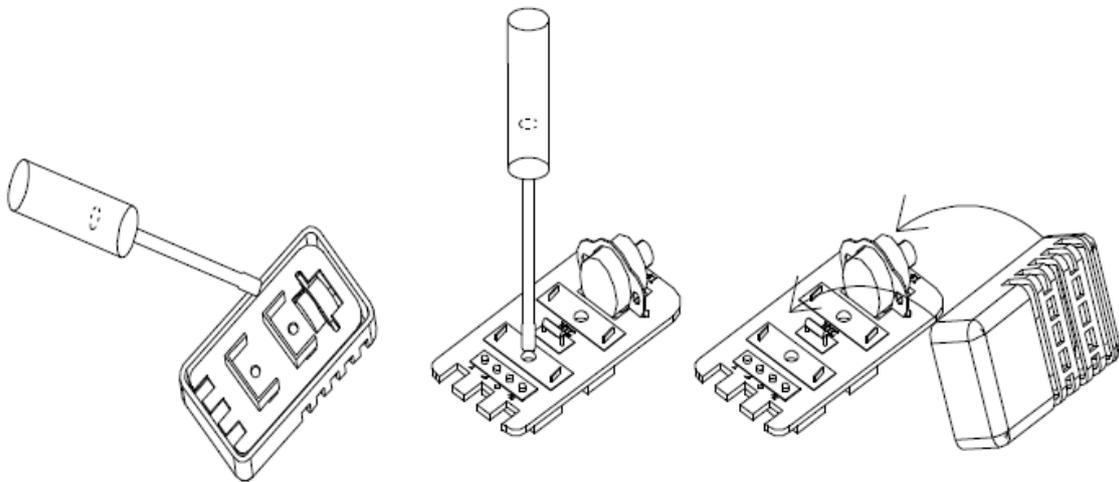

Abbildung 7. Befestigung des Temperaturfühlers
Die Edelstahloberfläche des Saunaofens wird während des Betriebs sehr heiß und muss daher vor Berührung geschützt werden. Beachten Sie dazu Bild 7.
3. Nun können Sie den Temperatursensor, mit Hilfe von zwei Schrauben befestigen. Nutzen Sie dazu die beiden Löcher, welche in die Platine eingearbeitet wurden. Beachten Sie dazu Abbildung 7. Anschließend stecken Sie die Plastikabdeckung wieder auf die Platine.